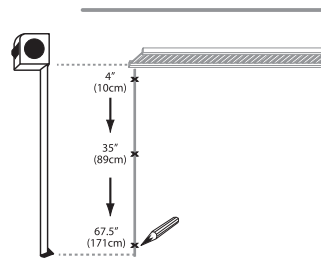

FIG. 2.3
5. Faire une marque sur le trait à 8,5 cm, 89 cm et 171,5 cm vers le bas à partir du dessous de la tablette supérieure. (Fig. 2.3)